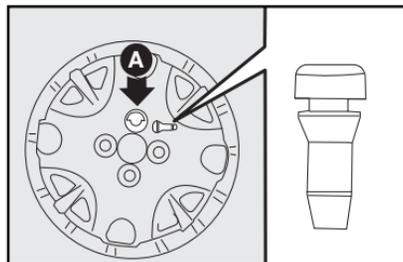

fig. 17
8) Coloque a presión la taza de la rueda en la llanta, haciendo coincidir el símbolo , grabado en el interior de la taza, con la válvula de inflado; de esta forma, el orificio más grande de la taza **A**-fig. 17 pasará a través del tornillo colocado anteriormente.